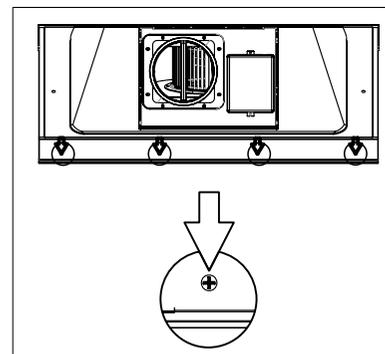
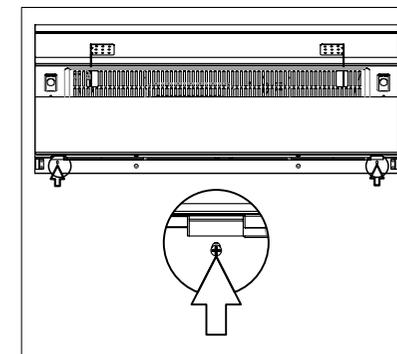

图3
图4
(2)用十字螺丝刀拧下机箱顶部四颗螺钉(图3)和底部两颗螺钉(图4)，卸下面板玻璃组件。